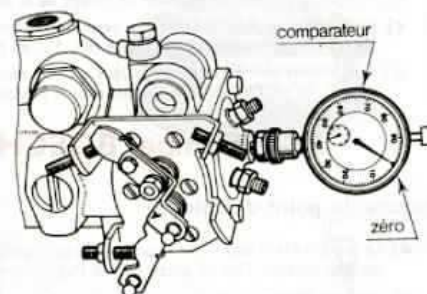

Fig. 18.
- Rechercher le P.M.B. du piston de pompe à l'aide du comparateur, **puis régler le cadran à zéro** (fig. 18).
- Chercher le P.M.B. du piston de pompe, puis mettre le comparateur à zéro (fig. 18).